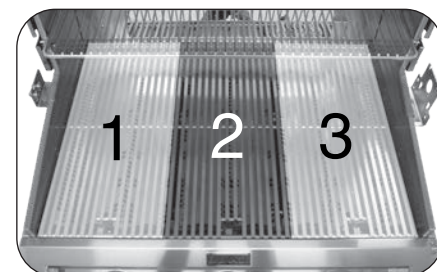

Abb. 27-2 Detail Kochzonen
Ihr Grill ist in drei Kochzonen unterteilt, die jeweils einem Brenner entsprechen. Brenner werden beginnend mit eins (1) auf der linken Seite bis drei (3) auf der rechten Seite (siehe Abb. 27-2) nummeriert. Die Kochzonen werden vom Digitalthermometer überwacht - siehe Abschnitt DIGITALTHERMOMETER.
Der Grill-Leitfaden zeigt die empfohlenen Garungstemperaturen für verschiedene Fleischsorten an (siehe Abb. 27-2).